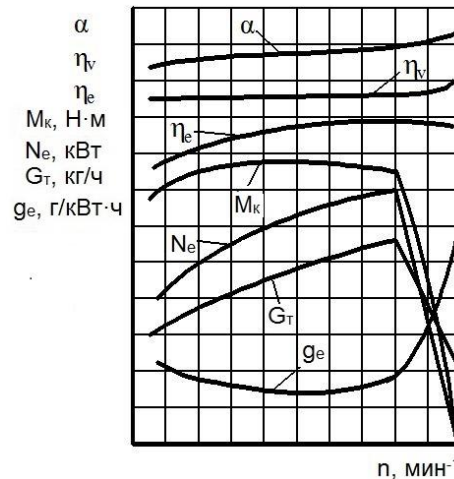

Рисунок 3 – Регуляторная характеристика дизеля
26. Регуляторная характеристика дизеля (рис. 3) – это графическая зависимость ...